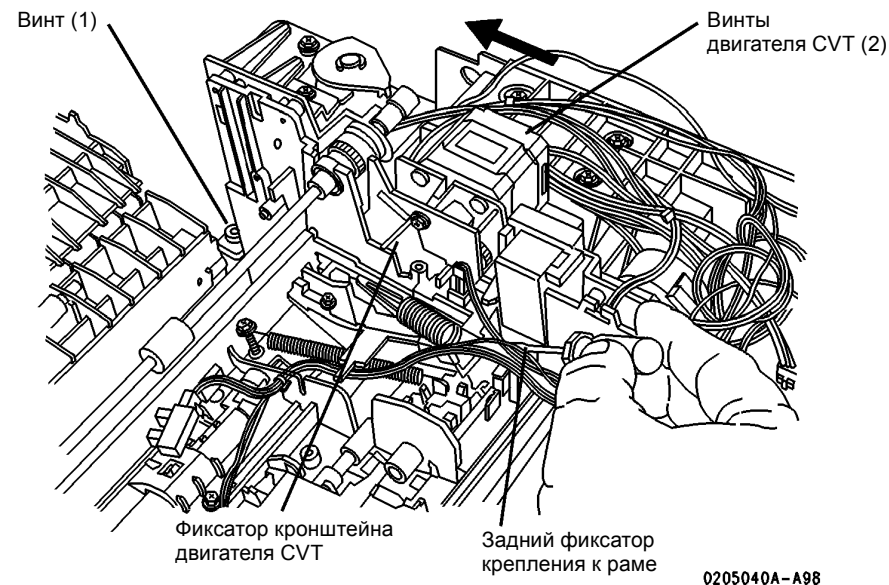

Рисунок 2 Снятие входного транспортера ADF
- d. Отверните левый задний винт (Рисунок 2).
- f. Ослабьте винты (2) на двигателе CVT и сдвиньте двигатель влево, чтобы ослабить натяжение приводных ремней.